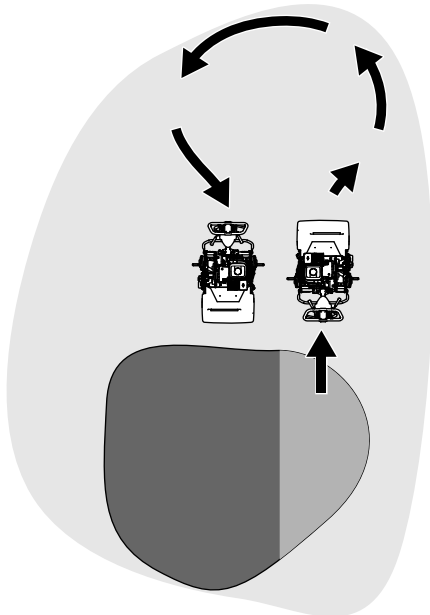

Figure 24
- Faites demi-tour en dehors du green en soulevant le cylindre de coupe (appuyez sur le guidon) et exécutez un demi-tour en « goutte d'eau » sur le tambour de déplacement (Figure 24).
- 1. Localisez le levier d'engagement sur le boîtier d'engrenages de la transmission (Figure 24).